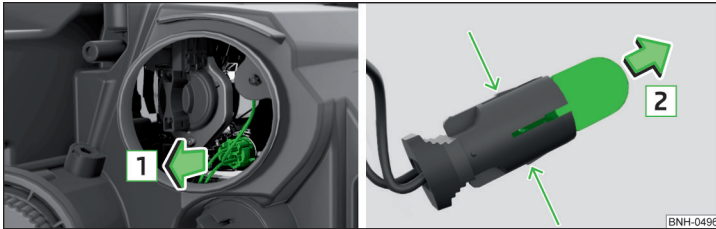

Abb. 183 Glühlampe für Standlicht wechseln
- › Den Sockel mit der Glühlampe mit Wackelbewegungen in Pfeilrichtung **1** » Abb. 183 herausziehen.